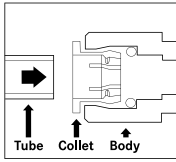

Abb. 1
- ▶ Führen Sie die Leitung im rechten Winkel ein (Abb. 1).